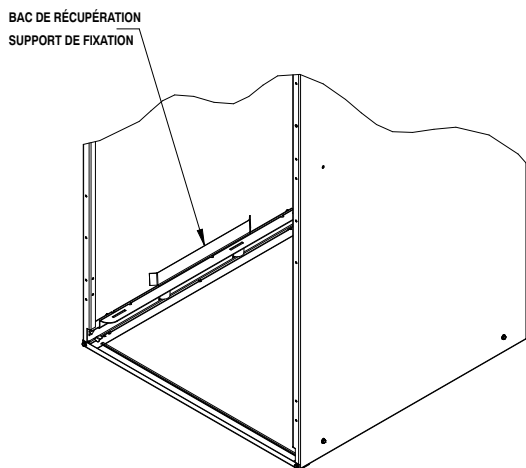

Fig. 8 – Support de fixation du bac à condensats
5. Retirez le support de soutien du serpentin du bac de récupération horizontal du rail de soutien du côté gauche de l'appareil et réinstallez-le sur le rail de soutien du serpentin du côté droit de l'appareil (Fig. 8).